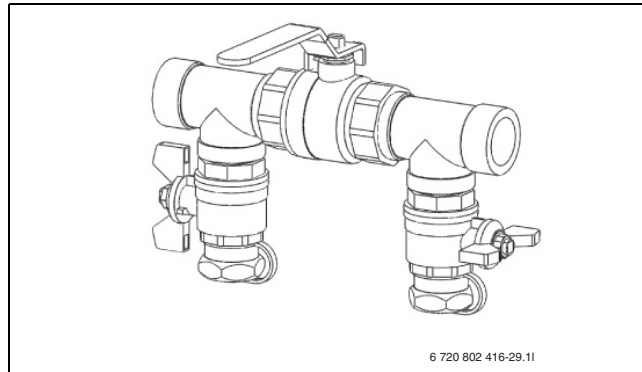

Fig. 20 Kits de remplissage en mode augmentation de pression
- Une fois la purge effectuée, mettre le circuit sous pression. Placer les vannes du dispositif de remplissage en position d'augmentation de pression et mettre le circuit sous pression avec 2,5 à 3 bar (→ figure 20).